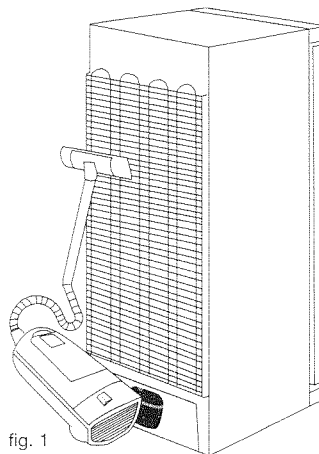

fig. 1
- Dépoussiérez une fois par an la grille du condenseur située à l'arrière de votre appareil (fig. 1).
Nous vous recommandons pour aérer votre appareil, de maintenir la porte ouverte au moyen par exemple, d'un bouchon tenu avec un adhésif (fig. 1).